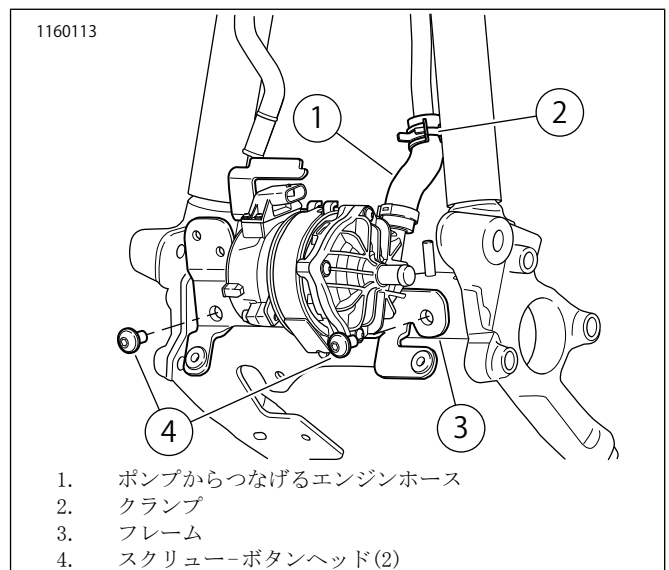

図9。ポンプアセンブリーのフレームへの取り付け
13. 図9を参照してください。ポンプアセンブリーをフレーム(3)に取り付けます。